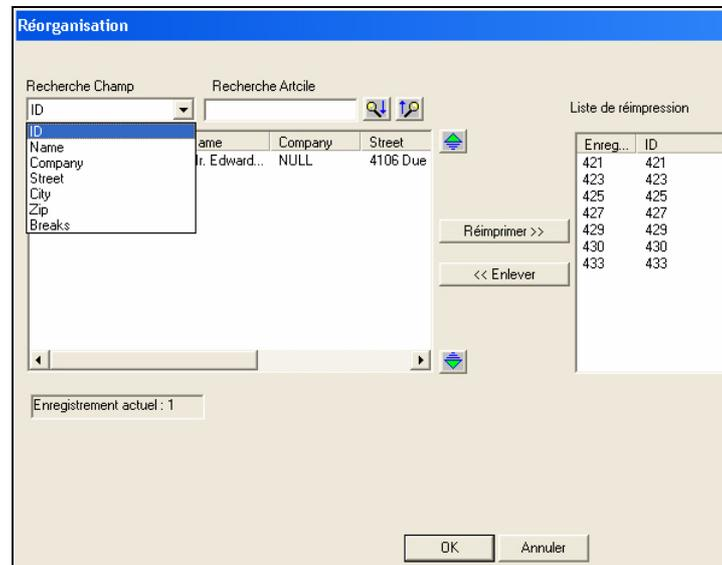

Figure 5-4: Rechercher un enregistrement
- 1 Dans la fenêtre *Duplication* (voir Figure 5-4), cliquer sur le menu déroulant et sélectionner *Champ de Recherche*.